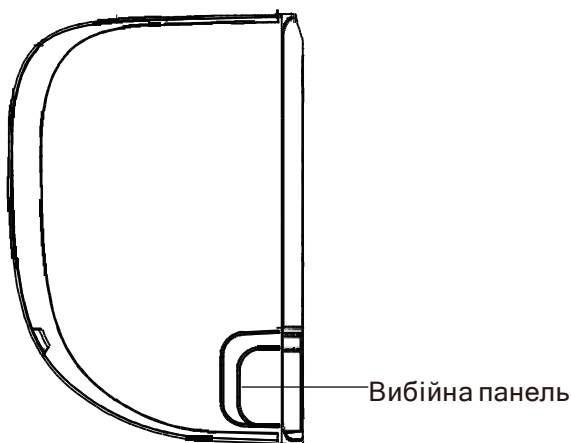

Рис. 3.3
2. Якщо отвір у стіні знаходиться позаду пристрою, залиште панель, що вибивається, на місці. Якщо отвір у стіні знаходиться збоку від внутрішнього блоку, зніміть пластикову панель, що вибивається, з цього боку блоку. (Див.Рис. 3.3).Зробіть проріз, через який труби зможуть вийти з пристрою. Використовуйте гострогубці, якщо пластикову панель занадто важко зняти вручну.